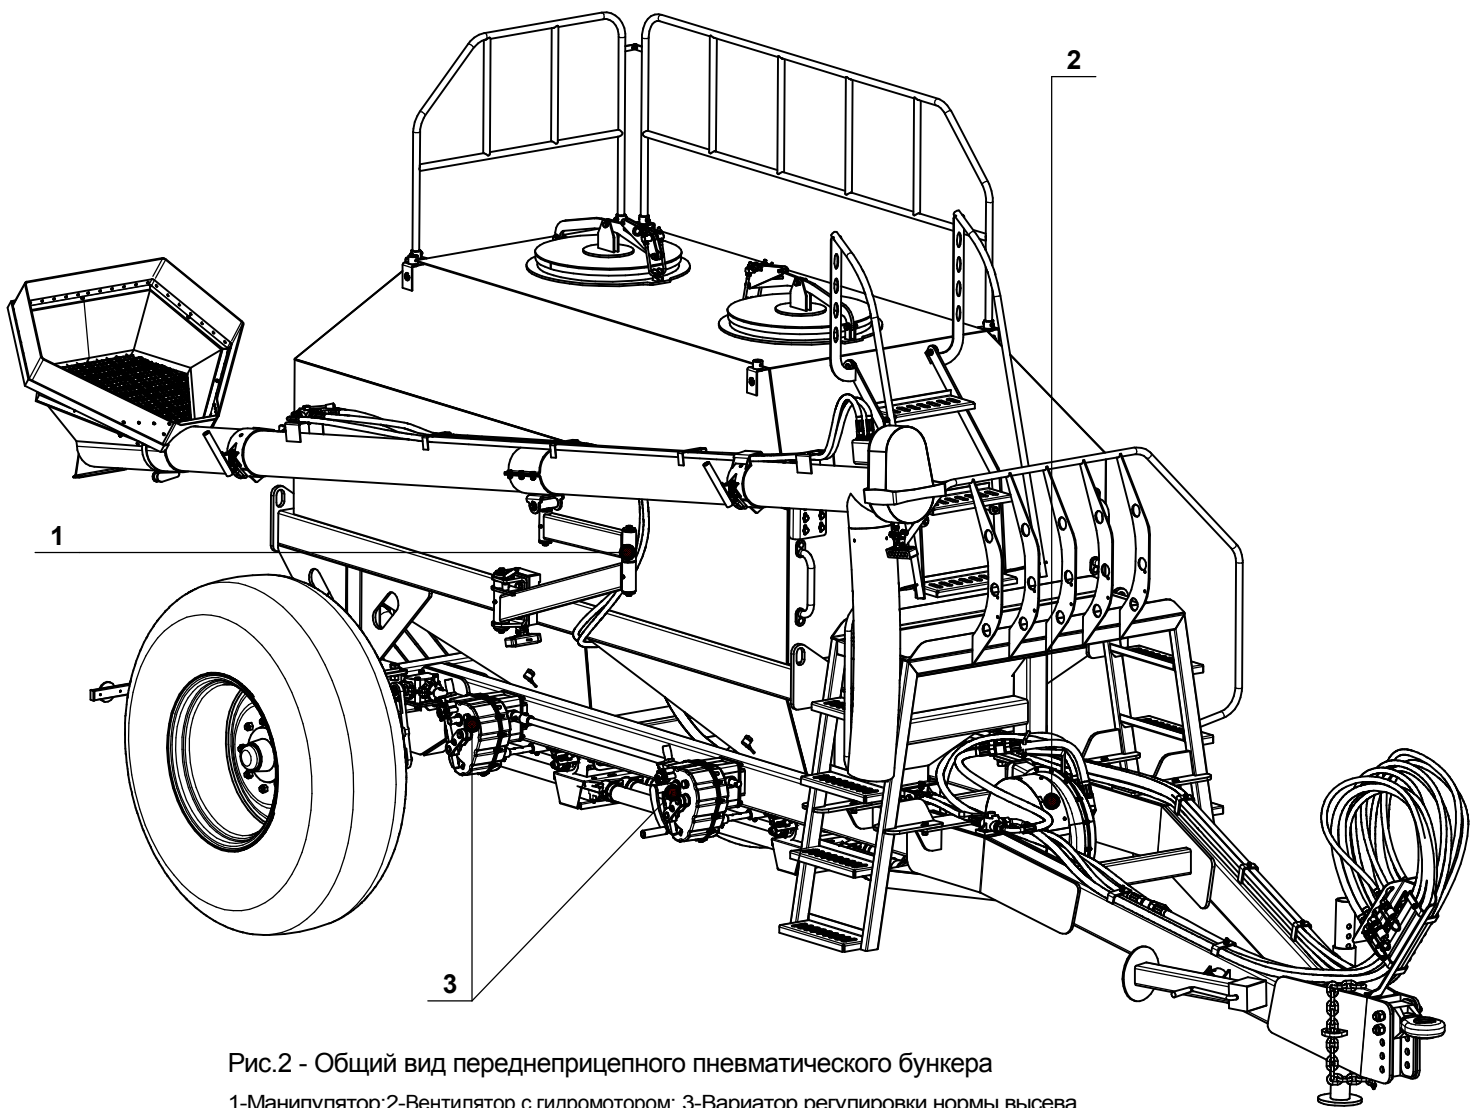

Рис.2 - Общий вид переднеприцепного пневматического бункера
1. Уберите блокировочный палец **поз.1** рис.2Б для расфиксации поворотной консоли шнека(манипулятора) **поз.2** рис.2 и рис.2Б.
2. Расшплинтовываем **поз.1** рис.2А и рис.2В и открываем хомуты **поз.1** рис.2А и рис.2В переводя ручку хомута сначала в **положение 1** рис.2А и рис.2В, а затем в **положение 2** рис.2А и рис.2В, держащие загрузочный шнек в ловителях
3. Приподнимаем шнек возле загрузочной корзины **поз.4** рис.2 и отводим эту часть шнека в сторону от бункера.
4. Опускаем заднюю часть шнека и выводим переднюю часть из хомута **поз.1** рис.2 или **поз.2** рис.2А.
5. Устанавливаем нужное положение шнека и направляем загрузочную гофру **поз.3** рис.2 в люк бункера **поз.5** рис.2.
6. Переводим трехпозиционный кран в режим загрузки бункера **поз.1** рис.2Г, включаем в тракторе гидромотор привода вентилятора **поз.6** рис.2.
7. Выбираем необходимое направления вращения загрузочного шнека, переводя ручку крана влево или вправо **поз.1** рис.2Г.
8. Закрываем загрузочные люки **поз.5** рис.2 и переводим кран **поз.1** рис.2Г в режим вентилятора, посевной комплекс готов к дальнейшей работе.
Для отключения гидромотора привода шнека переведите рукоять крана **поз.1** рис.2Г в положение **2** (среднее положение).
Запрещено переводить кран **поз.1** рис.2Г, в режим вентилятора, при открытых загрузочных люках пневматического бункера, это может привести к серьезным травмам, отравлению и принести вред экологии.